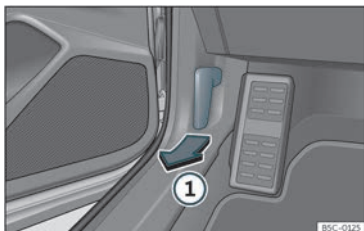

Fig. 212 Leva di sblocco nel vano piedi del lato conducente.
- Aprire la porta e tirare la leva posta al di sotto del cruscotto »» fig. 212 ①.